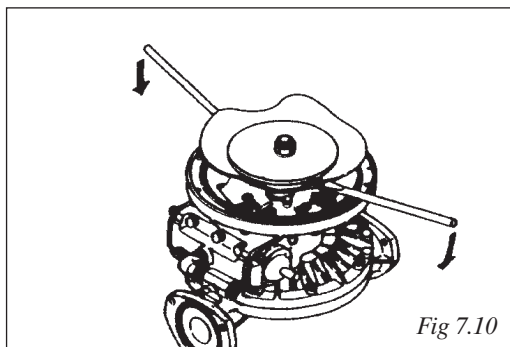

Fig 7.10
- Dra stödbrikan till motsatt sida med hjälp av ett bräckjärn och dra över membranet (exklusive B\_H, B\_S, fig. 7.10 och 7.11)